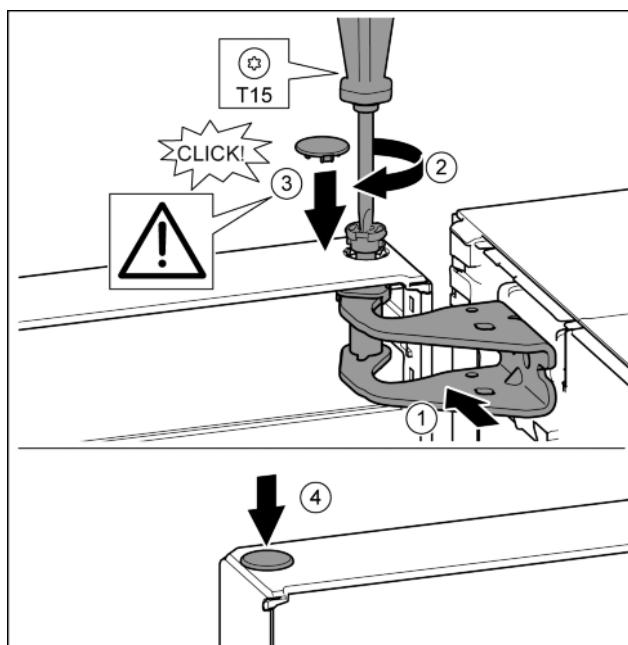

Fig. 20
- Регулирайте вратата горе спрямо отвора в лагерната стойка. Fig. 20 (1)
- Поставете болта и затегнете здраво с отвертка T15. Fig. 20 (2)
- Монтаж на предпазния капак за осигуряване на вратата: Поставете предпазния капак и проверете дали той е допрян до вратата. В противен случай поставете изцяло болта. Fig. 20 (3)
- Поставете тапата. Fig. 20 (4)